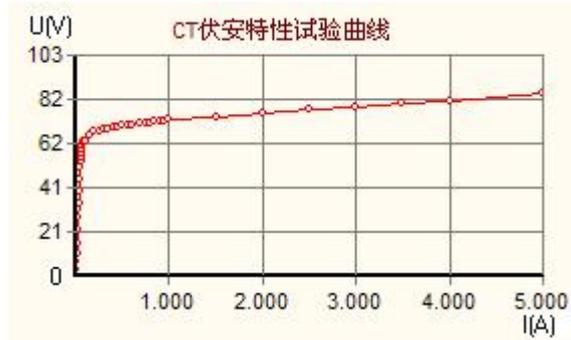

图 5.8 保存 CT 伏安特性曲线
1) “保存当前文件报告”是保存当前所选择的 CT 伏安特性的文件(图像, EXCEL 和 WORD), 在弹出的“文件保存”中, 选择保存路径, 并输入文件名称保存文件和图像, 如图 5.8、5.9、5.10 所示。